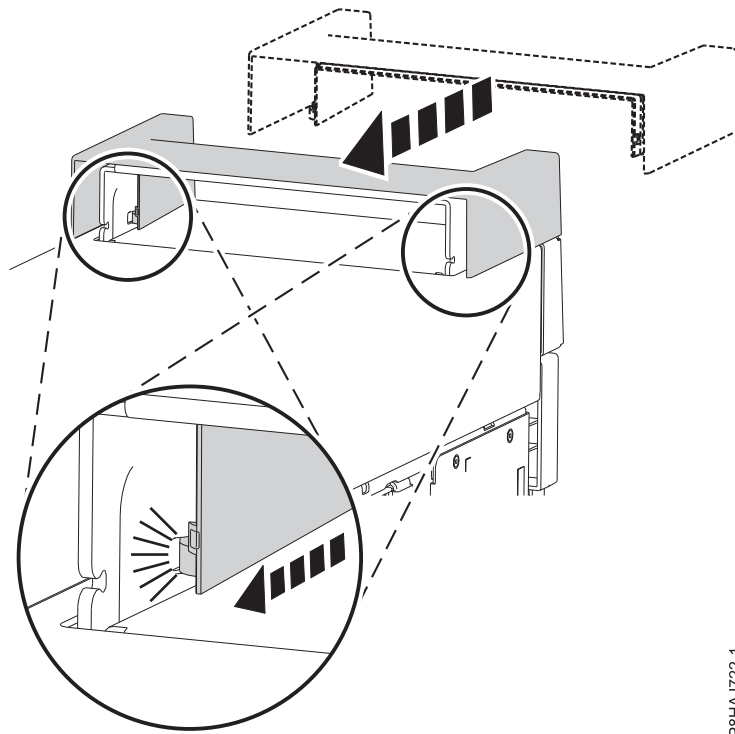

Figura 33. Fijación de la tapa de asa en un sistema 8286-41A autónomo
1. Fije la tapa de asa en la estación de acoplamiento RDX interna (FC EUA3) deslizando hacia la parte posterior del sistema. Consulte la Figura 33.